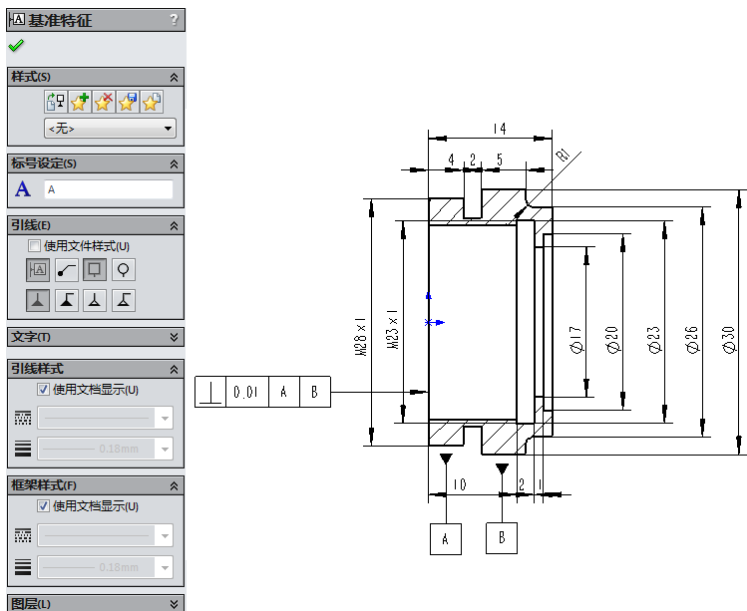

图 8-71 基准特征符号的预览效果
**02** 设置基准特征。此时系统弹出“基准特征”属性管理器，并在视图中出现标注基准特征符号的预览效果，如图 8-71 所示。在“基准特征”属性管理器中修改标注的基准特征。